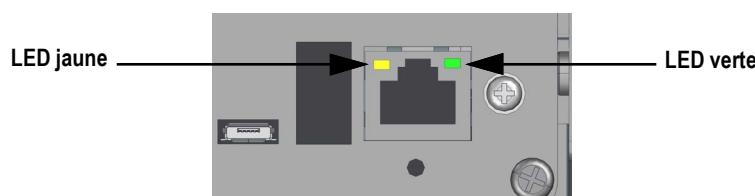

Figure 2-23. Connecteur Ethernet RJ45 – Installation à panneau
**REMARQUE :** Pour l'interface RS-232, les quatre commutateurs SW3 (se reporter à la Figure 2-23, page 34) doivent être en position OFF.